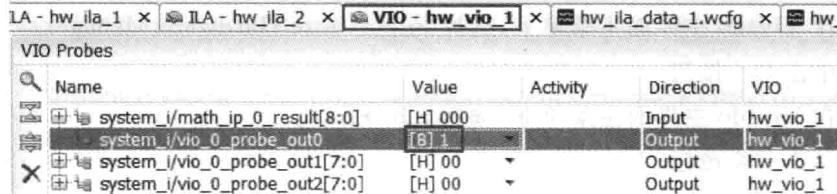

图 4.111 设置 probe0 窗口
(1) 在 Debug Probes 下,选择 VIO Cores 的所有信号,将它们拖曳到 VIO-hw\_vio\_1 窗口。
(2) 如图 4.111 所示,选择 vio\_0\_probe\_out0。然后将其值修改为 1。这样就可以通过 VIO 的核控制 math\_ip 的输入。